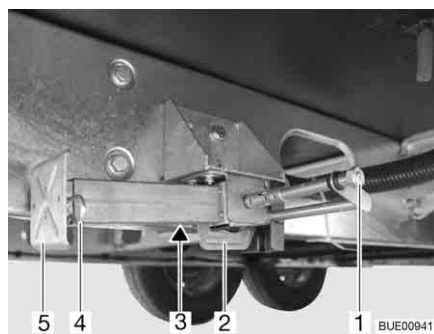

Fig. 45 Apoio de elevação
- Encaixe a chave de caixa na peça sextavada (Fig. 45,1) e gire, até o apoio de elevação ficar verticalmente voltado para baixo.
- Quando o apoio de elevação é de comprimento ajustável, puxe o contrapino (Fig. 45,4) para fora da peça de prolongamento do pé de apoio (Fig. 45,5).
- Encaixe a chave de caixa na peça sextavada (Fig. 45,1) e gire, até o apoio de elevação deixar de estar apoiado no chão.
- Empurre completamente para dentro a peça de prolongamento do pé de apoio (Fig. 45,5) e encaixe o contrapino (Fig. 45,4) no orifício previsto para ele na peça de prolongamento do pé de apoio.
- Gire a peça sextavada (Fig. 45,1) até o apoio de elevação se ter deslocado para cima e o guia (Fig. 45,2) ficar completamente encostado no fim da ranhura (Fig. 45,3).